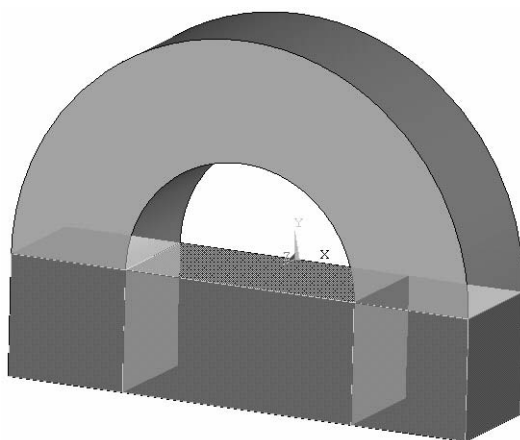
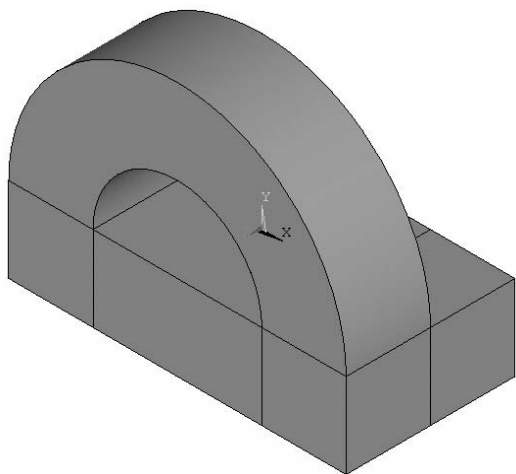

图 3-151 三个方块被选中
图 3-152 由复制生成三个方块后的模型
(7) 依次选择 Main Menu>Preprocessor>Modeling>Copy>Volumes, 弹出“Copy Volumes”窗口, 单击选中所建立的三个方块(见图 3-151), 然后单击“OK”按钮, 弹出“Copy Volumes”窗口, 在“Copy Volumes”窗口中“Z-offset in active CS”后的方框中输入“-0.5”, 然后单击“OK”按钮, 再新生成三个方块(见图 3-152)。